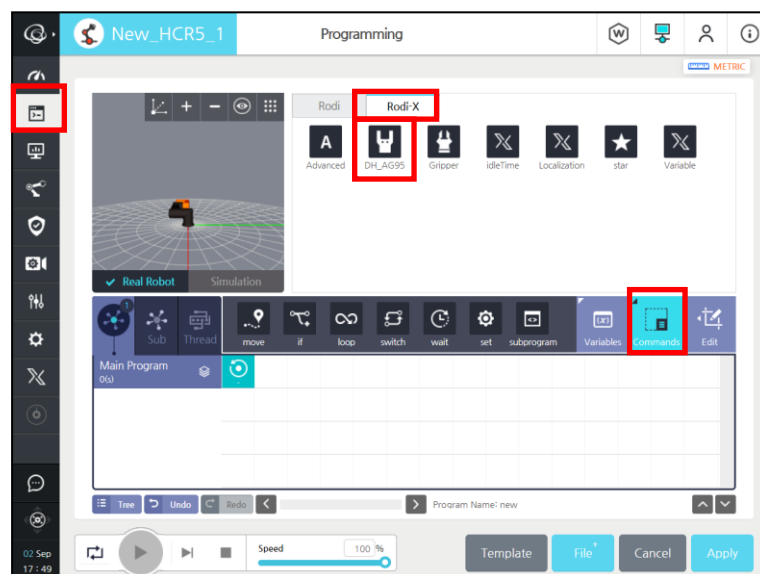

图 5.39 添加控制模块
4. 通过点击 **Programming** 程序编制→**Commands** 查看命令→**Rodi-X**→**DH_AG95** 一系列操作，即可增加控制模块到程序中，如图 5.39 所示。